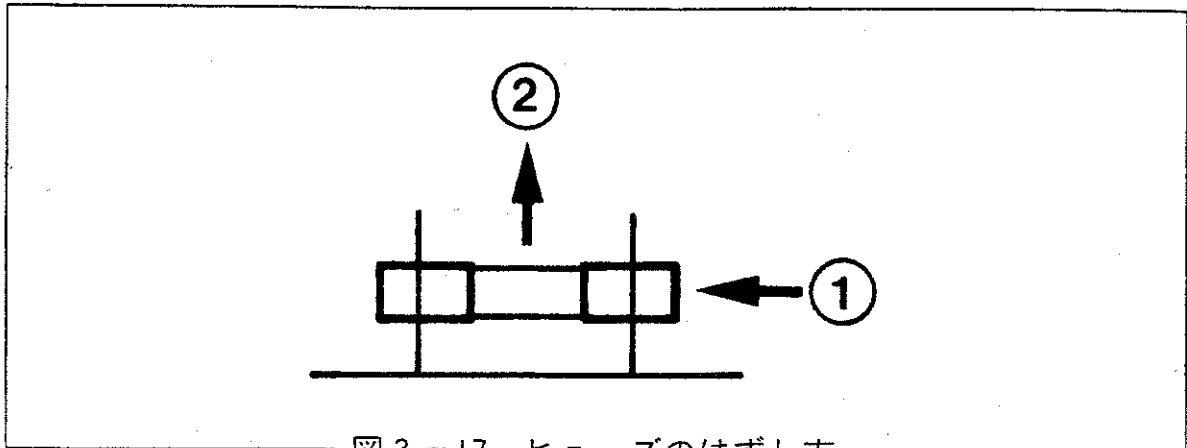

図 3-17 ヒューズのはずし方
電源ヒューズをはずすときは、ヒューズを〔図3-17〕に示す矢印①の方向に押しします。